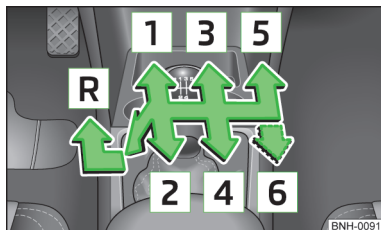

Abb. 90
Auf dem Schalthebel sind die einzelnen Gangstellungen dargestellt » Abb. 90.
- › Den Schalthebel völlig nach links und dann nach vorn in **R**-Stellung stellen » Abb. 90.